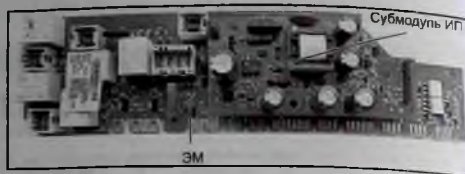
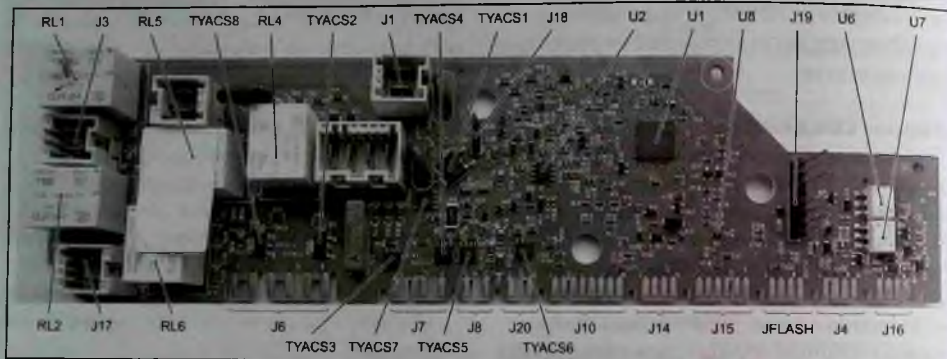
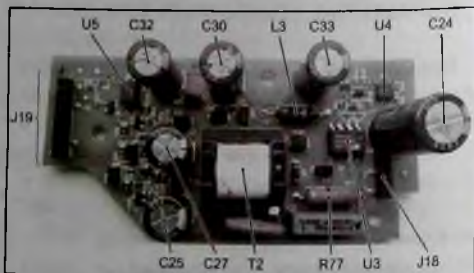

Рис. 1. Внешний вид ЭМ EWD10931(SA) (без защитного кожуха) с установленной на нем платой ИП
Рис. 2. Внешний вид ЭМ без ИП и ее основные компоненты
Рис. 3. Внешний вид платы ИП и ее основные компоненты
Внешний вид ЭМ EWD10931(SA) с заказным кодом 1327871016 (эта версия без данных конфигурации в памяти МК) в сборе с платой ИП приведен на рис. 1, на рис. 2 — ЭМ и расположение на нем основных элементов (без ИП), а на рис. 3 — плата ИП и ее основные компоненты. На рис. 4 показана схема внешних соединений ЭМ СМ с сушкой.
| | 2 | Коммутируемая сетевая линия LINE DOOR через последовательно включенные силовые контактные группы трех реле (на рис. 2 эти реле не показаны) |